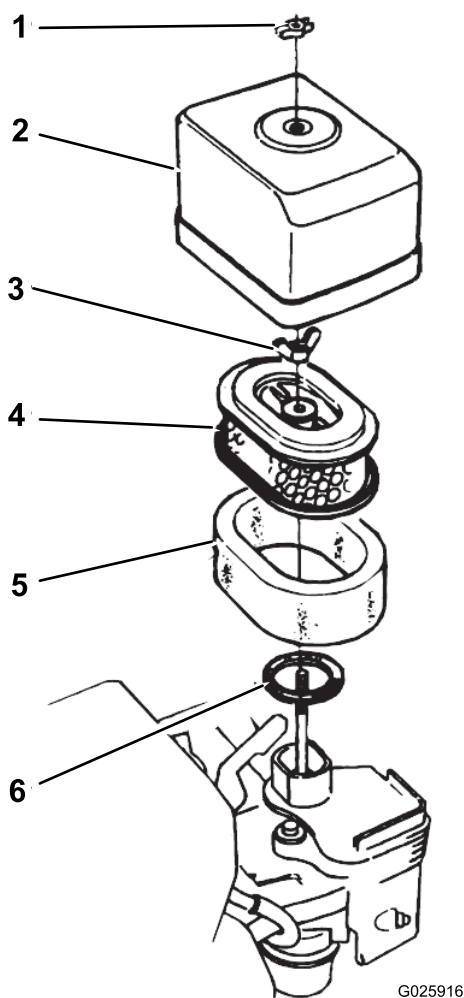

図 27
2. エアクリーナカバーをエアクリーナ本体に固定している蝶ナットを取り、カバーを外す図 27。
4. エアフィルタの蝶ナットを取り、フィルタを外す図 27。
5. ペーパーフィルタからスポンジフィルタを外す図 27。